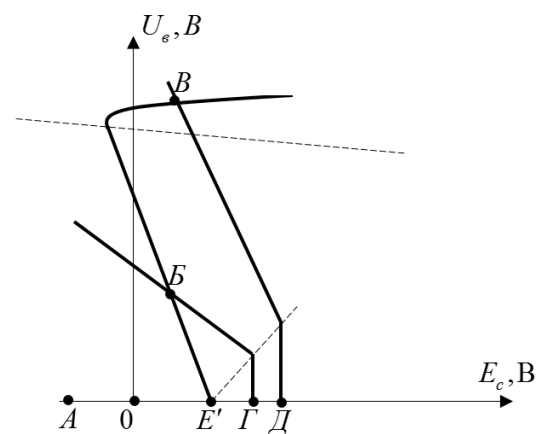

Рис.1.20
- 1.48.** АГ работает с внешним и автосмещением от тока эмиттера. Постоянные времени  $T_k = 2$  мкс,  $T_{AC} \geq 50$  мкс. Что можно сказать об устойчивости стационарных режимов, отмеченных на рис.1.20 буквами А,Б,В,Г,Д?